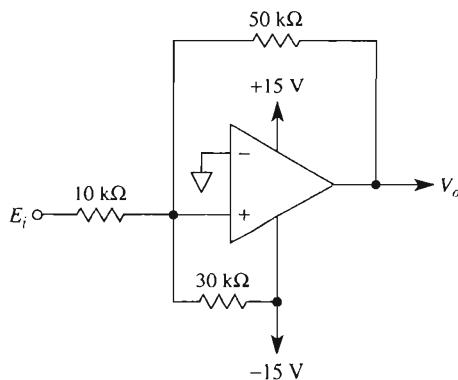

FIGURE P4-10
- 4-10. For the circuit of Fig. P4-10 calculate (a) V_{ctr} ; (b) V_H ; (c) V_{UT} ; (d) V_{LT} . Assume that $\pm V_{sat} = \pm 15$ V.